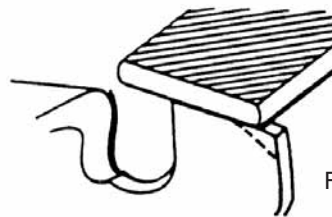

Fig. 4-4
- 4) Arrondir l'angle avant du limiteur de profondeur afin de conserver la forme initiale du limiteur après usage de la jauge de contrôle. Respectez toujours les valeurs recommandées pour le limiteur de profondeur et indiquées dans le manuel d'entretien ou d'utilisation de votre tronçonneuse (Fig. 4-4).